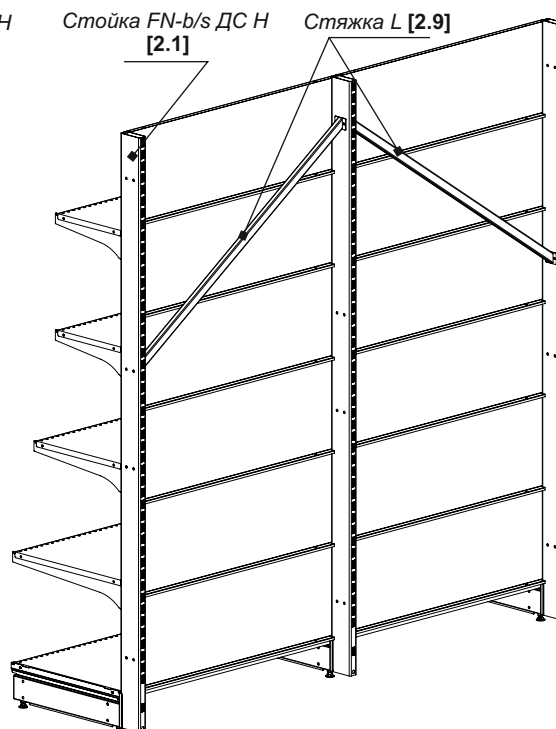

Рис. 2 Застройка из 2 стеллажей пристенных с зашивкой.
- 2) на 2 “Стеллажа пристенных” с “Зашивкой” в застройке (рис. 2) - по 1 “Стяжке”.